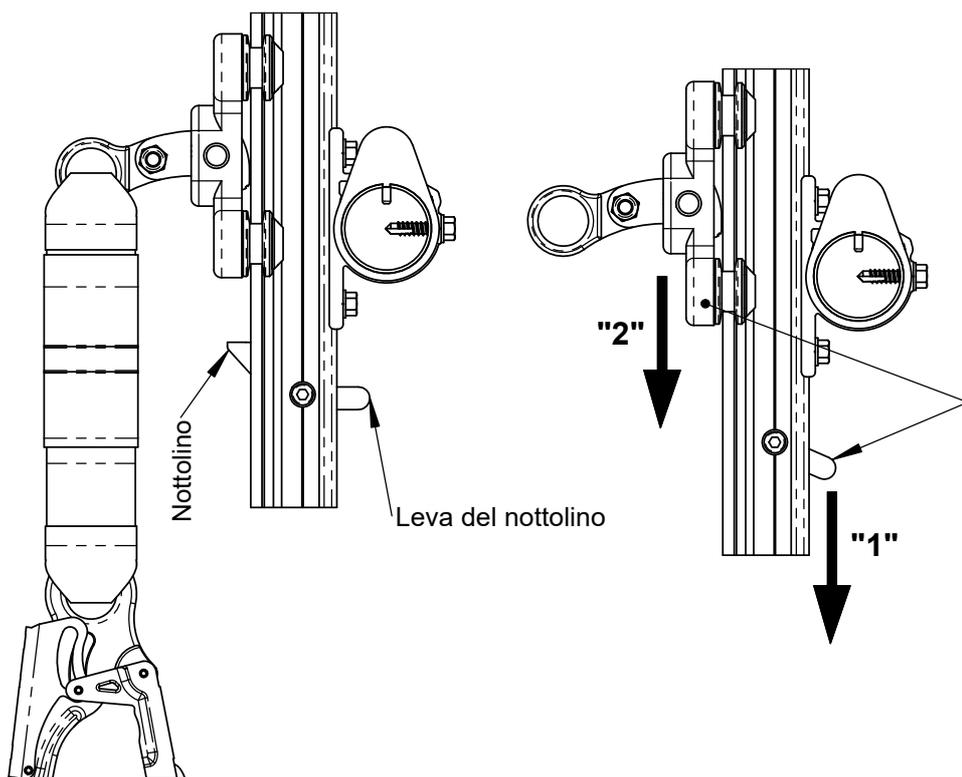

Fig. 8.1-3 - Rimozione del carrello anticaduta AC 501 dal binario.
- b) far passare il carrello anticaduta attraverso il nottolino sbloccato e scollegarlo dal binario. La procedura è stata illustrata nella Fig. 8.1-3.